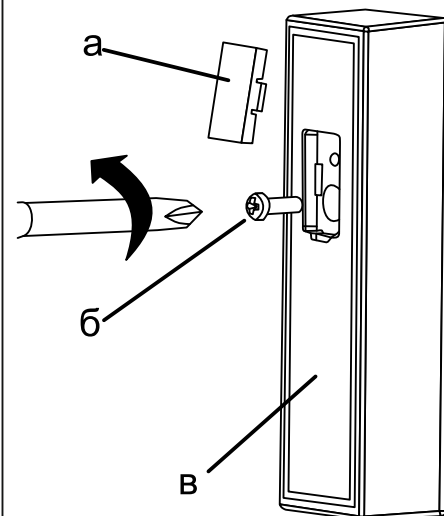
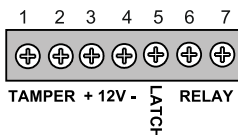

Рис.2.
Рис.4
1. Удалите декоративную крышку с лицевой панели извещателя (см. рисунок 2а). Отверткой выверните шуруп (см. рисунок 2б).
2. Снимите лицевую панель извещателя (см. рисунок 2в) с основания извещателя (см. рисунок 4а).
6. Подключите кабели к клеммной колодке (см. рисунок 4) и закройте лицевую панель.